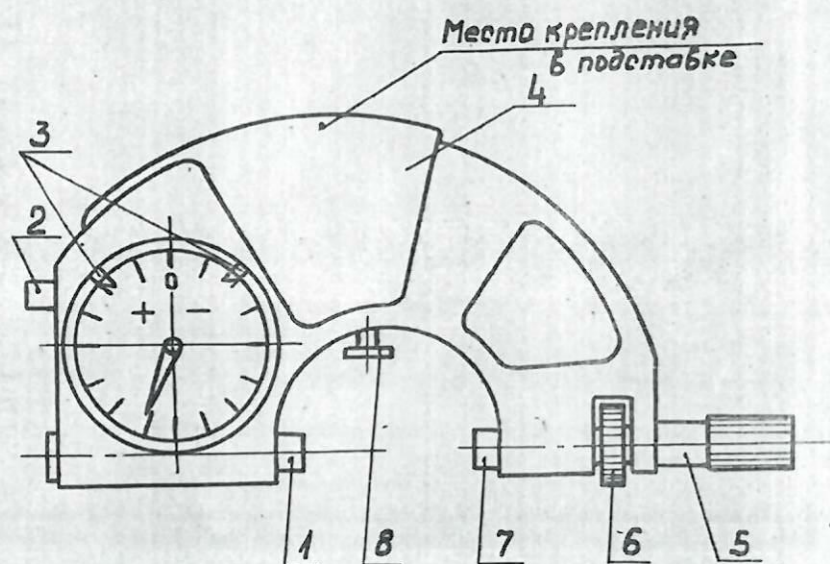

Рис. 1. Скоба с отсчетным устройством типа CP
6.1. Поместите концевую меру или образцовую деталь при настройке скобы на размер между измерительными поверхностями подвижной 1 и переставной 7 пяток (отвернув предварительно колпачок 5) и вращайте гайку 6 до тех пор, пока стрелка отсчетного устройства не совместится с нулевым делением шкалы (см. рис. 1).
6.6. Закрепляйте скобу в подставке без пережима только за место, указанное на рис. 1, предварительно подложив мягкий материал.